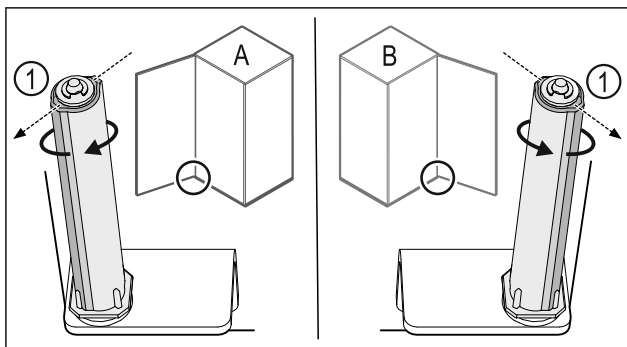

Fig. 44 Feste på venstre side (A) / feste på høyre side (B)
- ▶ Drei lukkesystemet mot motstanden til rillen på lukkesystemet Fig. 44 (1) peker utover.